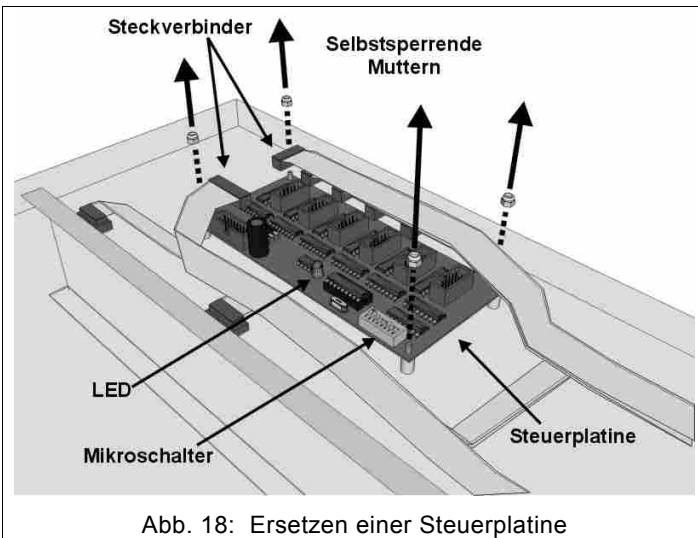

Abb. 18: Ersetzen einer Steuerplatine
2. Das Anschlusskabel zwischen der LED-Platine und der Steuerplatine wechseln (Abb. 18).
- b) Die Steuerplatine ausfindig machen, die über die 10-Wege-Flachkabel an die LED-Platinengruppe angeschlossen ist (Abb. 18). Wenn, nachdem die Anzeigetafel unter Spannung gesetzt wird, die an dieser Steuerplatine vorhandene LED (Abb. 18) eingeschaltet scheint oder blinkt, die Steuerplatine (Kap. 7.2) ersetzen; andernfalls, sofern die LED ausgeschaltet ist, wie folgt vorgehen:
6. Die auf der Innenseite der Halterung untergebrachte Steuerplatine, an welche die nicht funktionierenden LED-Platinen angeschlossen sind, ausfindig machen (Abb. 18); danach alle Steckverbinder aus der Steuerplatine herausnehmen und deren Position vermerken.
7. Mittels eines 5,5 mm Schlüssels die 4 Befestigungsschrauben der Steuerplatine abschraube (Abb. 18) und sie dann aus ihrer Aufnahme herausnehmen.